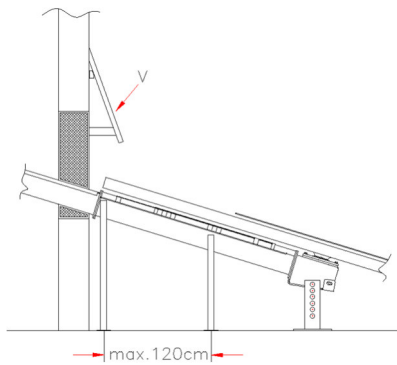

Fig: 3
- 15) Le cloisonnement (V) (Fig.3) du regard est à réaliser par le maître d'œuvre et empêche le combustible de s'échapper de manière incontrôlée dans la chaufferie. Il faut monter une pente de planches à 40 cm au-dessus de la vis d'extraction, à 40 cm du mur du local de stockage et d'une largeur de 80 cm de large dans un angle d'env. 20°. La construction doit être suffisamment fixée et être suffisamment épaulée par le bas.